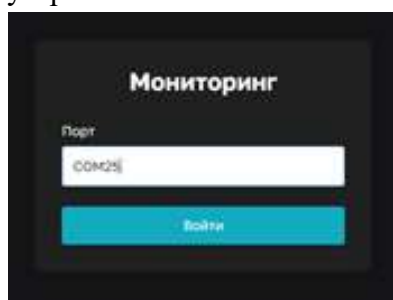

Рисунок 4 Подключение порта
- ввести найденный номер COM порта адаптера в соответствующее поле программы по образцу: COM1 (см. Рисунок 4);